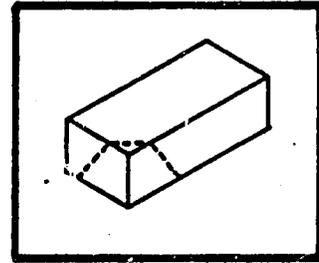

FIG. 19 - Angle fendillé
6. **Angles fendillés.** Une fissure d'angle a lieu lorsqu'il existe en même temps une fissure sur un côté et sur une extrémité (voir Figure 19).